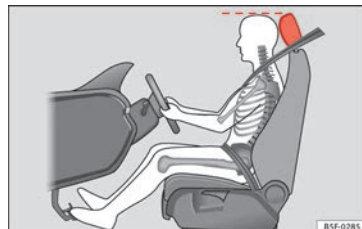

Fig. 82 Corretto posizionamento del poggiatesta del conducente.
- Regolare il poggiatesta portando il suo bordo superiore alla stessa altezza della parte superiore della testa ►► **fig. 82.**